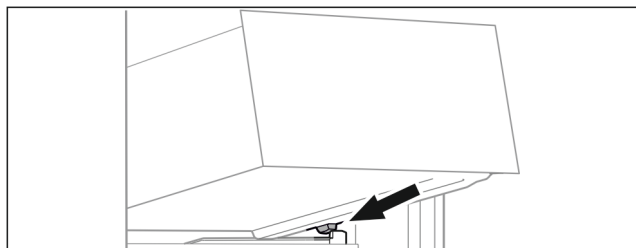

Fig. 68
- ▶ Nasadíte zásuvku šikmo za zarážkami na rebro nádoby. (pozri Fig. 68)